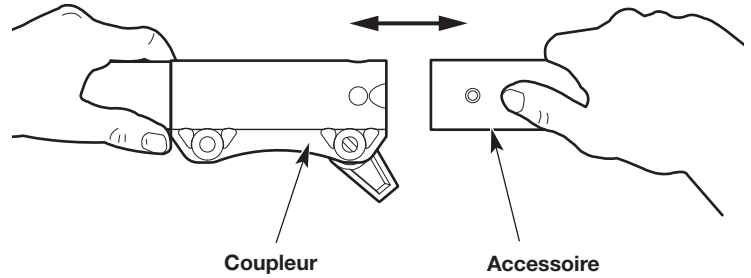
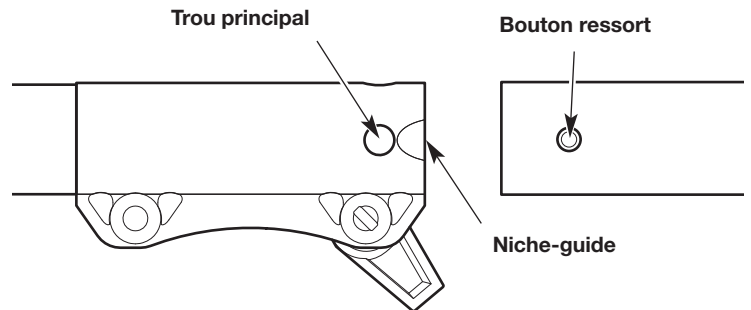

Fig. 8
Fig. 9
4. Alignez le bouton de déclenchement avec la rainure de guidage (Fig. 9).
5. Poussez l'accessoire directement dans le coupleur (Fig. 8) jusqu'à ce que le bouton de déverrouillage s'enclenche fermement dans l'orifice principal (Fig. 9).
3. Appuyez et maintenez enfoncé le bouton de déclenchement (Fig. 9).
4. Retirez l'accessoire du coupleur (Fig. 8).